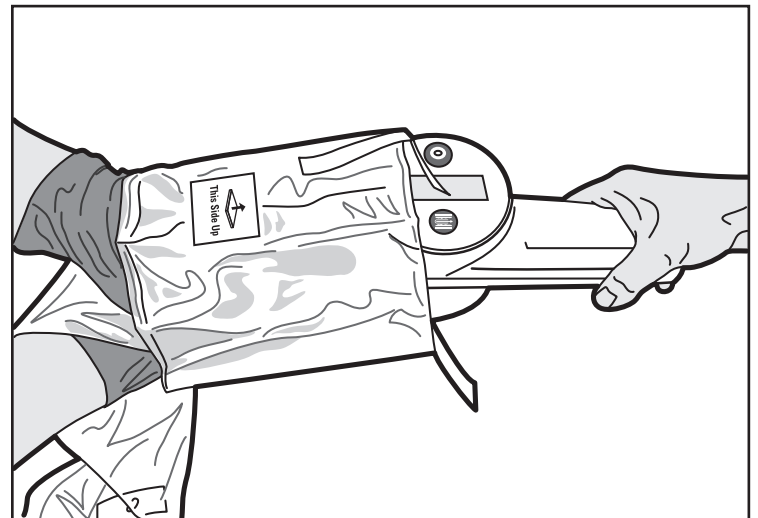

Abbildung 4. Einsetzen der MDU5 PLUS Motorantriebseinheit
5. Die nicht sterile Person platziert die MDU5 PLUS Motorantriebseinheit in die Öffnung und positioniert die MDU5 PLUS Motorantriebseinheit dabei so, dass ihre Oberfläche mit dem Aufkleber „This Side Up“ (Diese Seite nach oben) auf dem Beutel ausgerichtet ist (Abbildung 4).